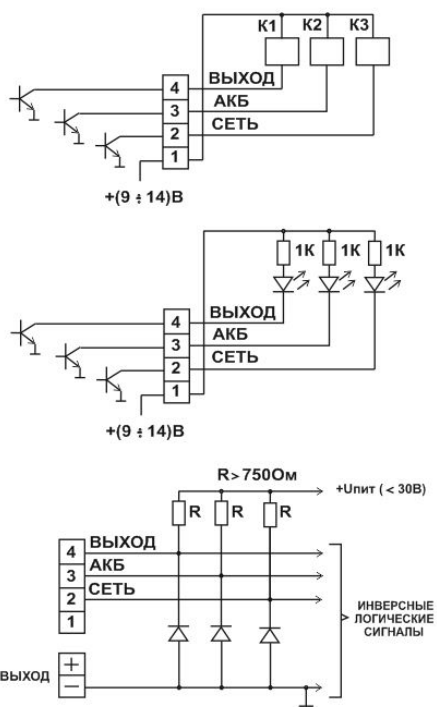

Рисунок 3 – Примеры схем подключения исполнительных устройств к выходам «открытый»
- при подключении к релейному выходу «**ПЕРЕХОД НА РЕЗЕРВ**» убедиться, что индикатор цепи дистанционного контроля светится, рис.3 (см. приложение).